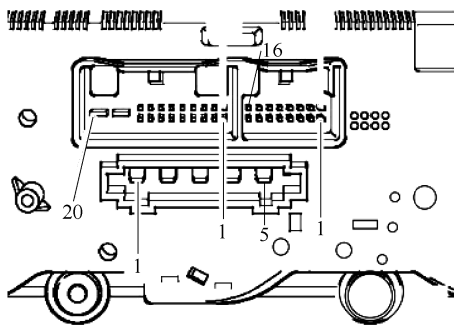

图 11-3-4 面板按钮插头端子
1) 20 针插头，电路图 T20c，如图 11-3-4 所示。
2) 16 针插头，电路图 T16e，如图 11-3-4 所示。
3) 5 针插头, 电路图 T5 如图 11-3-4 所示。